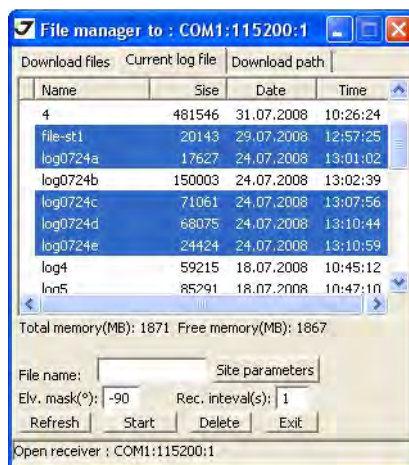

Рисунок 50. Закладка Current log files
3. Нажмите *File ▶ File Manager*, затем откройте закладку *Current log files* и выберите файлы, которые нужно удалить (Рис. 50).
5. Нажмите *Delete* (Рис. 50 на стр. 69).